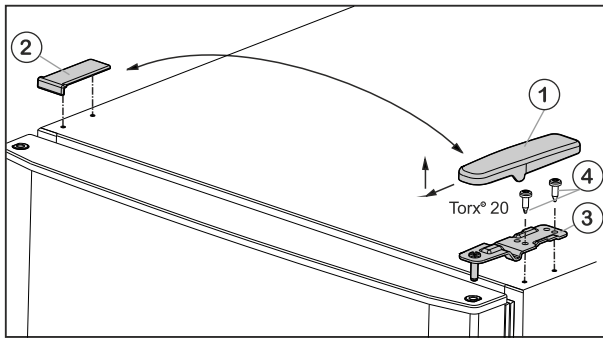
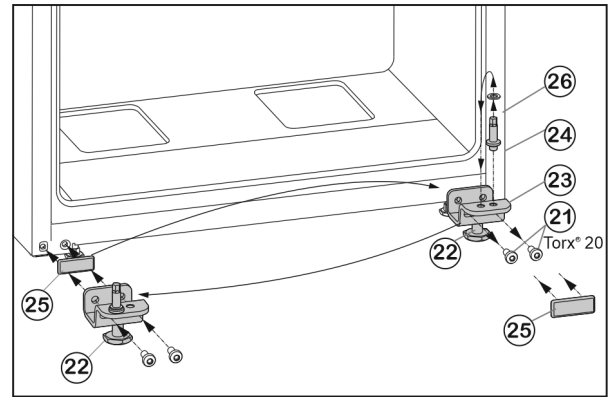

Fig. 5
Fig. 7
- ▶ Abdeckung Fig. 5 (1) nach vorne und oben abziehen.
- ▶ Abdeckung Fig. 5 (2) abheben.
- ▶ Oberen Lagerbock Fig. 5 (3) abschrauben (2 mal Torx® 20) Fig. 5 (4) und nach oben abziehen.
- ▶ Befestigungsschrauben Fig. 7 (21) abschrauben.
- ▶ Lagerbock unten Fig. 7 (23) komplett mit Lagerbolzen Fig. 7 (24), Scheibe Fig. 7 (26) und Stellfuß Fig. 7 (22), abnehmen.
- ▶ Lagerbolzen Fig. 7 (24) komplett mit Scheibe Fig. 7 (26) abschrauben, in das gegenüberliegende Aufnahmeloch des Lagerbocks umsetzen und wieder festschrauben.
- ▶ Abdeckplatte Fig. 7 (25) vorsichtig abnehmen und auf die Gegenseite umsetzen.
- ▶ Lagerbock unten Fig. 7 (23) komplett mit Lagerbolzen Fig. 7 (24), Scheibe Fig. 7 (26) und Stellfuß Fig. 7 (22) auf der neuen Scharnierseite ggf. mit Hilfe eines Akkuschraubers **fest (mit 4 Nm)** wieder anschrauben.
- ▶ Untere Tür von oben auf Lagerbolzen Fig. 7 (24) aufsetzen.
- ▶ Lagerbock Mitte (13) um 180° gedreht in die untere Tür einsetzen und mit Befestigungsschrauben (11) (2 mal Torx® 20) auf die neue Scharnierseite **fest (mit 4 Nm)** anschrauben.
- ▶ Kunststoffscheibe (10) wieder aufsetzen.
- ▶ Obere Tür auf den Lagerbock Mitte (13) setzen.
- ▶ Oberen Lagerbock Fig. 5 (3) auf der neuen Scharnierseite in die Tür einsetzen.
- ▶ Oberen Lagerbock **fest (mit 4 Nm)** anschrauben (2 mal Torx® 20) Fig. 5 (4). Eventuell einen Akkuschrauber verwenden.
- ▶ Abdeckung Fig. 5 (1) auf der Gegenseite von außen aufsetzen und einrasten.
- ▶ Abdeckung Fig. 5 (2) jeweils auf der Gegenseite von oben aufsetzen und einrasten.
- ▶ Stellfuß Fig. 7 (22) am Lagerbock unten Fig. 7 (23) herausdrehen, bis er auf dem Boden aufliegt.